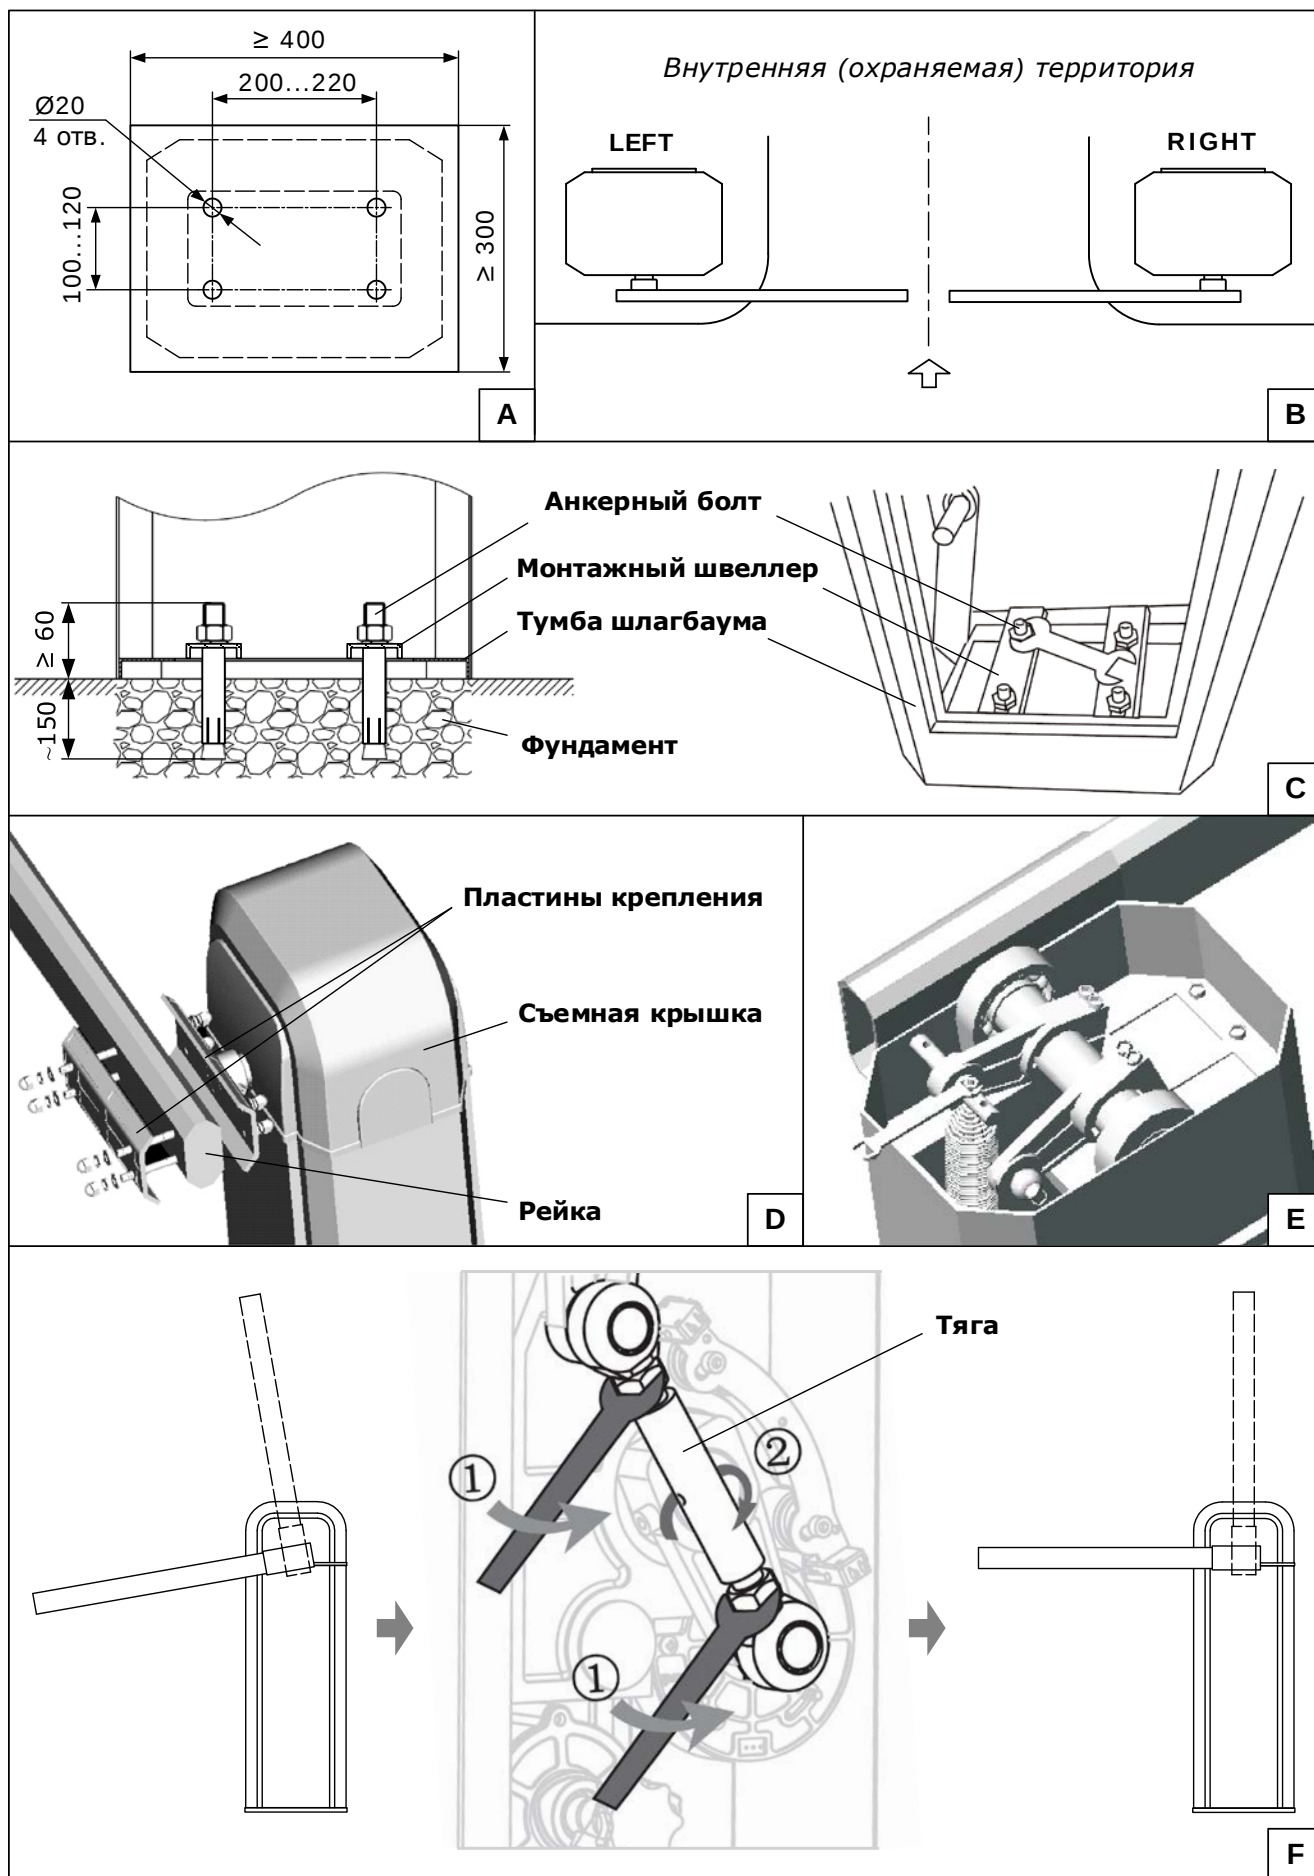

Рисунок 4. Монтаж шлагбаума
- Подготовьте фундамент. Рекомендуемые размеры фундаментной площадки для монтажа тумбы шламбаума - Рисунок 4А.
Для установки тумбы шлагбаума необходимо (Рисунок 4А, 4С):